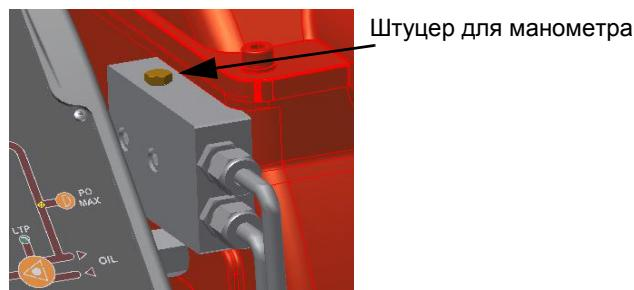

Рис. 14
- Давление питания форсунки уже отрегулировано заранее на заводе-изготовителе и не должно изменяться. Только в случае необходимости, отрегулировать давление питания (см. соответствующий параграф) следующим образом: установить манометр в положение, указанное на Рис. 14, воздействовать на регулировочный винт **VR** насоса (см. Рис. 13) до получения на форсунке давления в 20 бар (форсунки Monarch или форсунки Bergonzo - см. на стр.24-25);
- 9 Давление питания форсунки уже отрегулировано заранее на заводе-изготовителе и не должно изменяться. Только в случае необходимости, отрегулировать давление питания (см. соответствующий параграф) следующим образом: установить манометр в положение, указанное на Рис. 14, воздействовать на регулировочный винт **VR** насоса (см. Рис. 38) до получения на форсунке давления в 20бар (форсунки Monarch или форсунки Bergonzo - см. на стр.33-34);